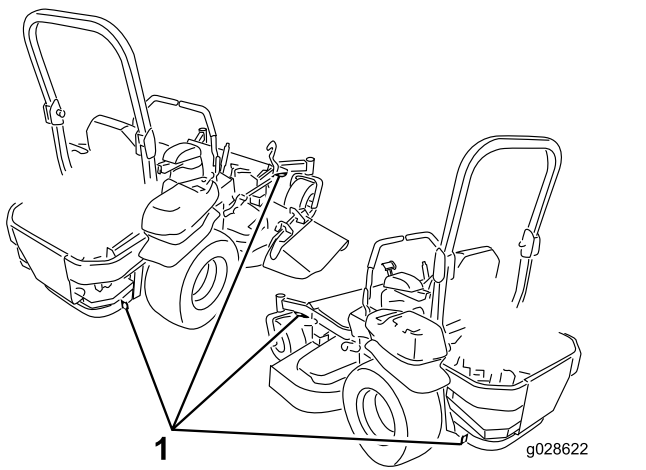

Figura 44
6. Ancorate la macchina accanto alle ruote orientabili anteriori e al paraurti posteriore con cinghie, catene, cavi o corde (Figura 44). Fate riferimento ai regolamenti locali per i requisiti di ancoraggio.